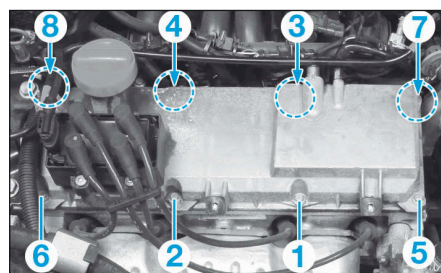

FIG.2
- Procéder dans l'ordre inverse de la dépose en respectant l'ordre de serrage du couvre-culasse (Fig.2).